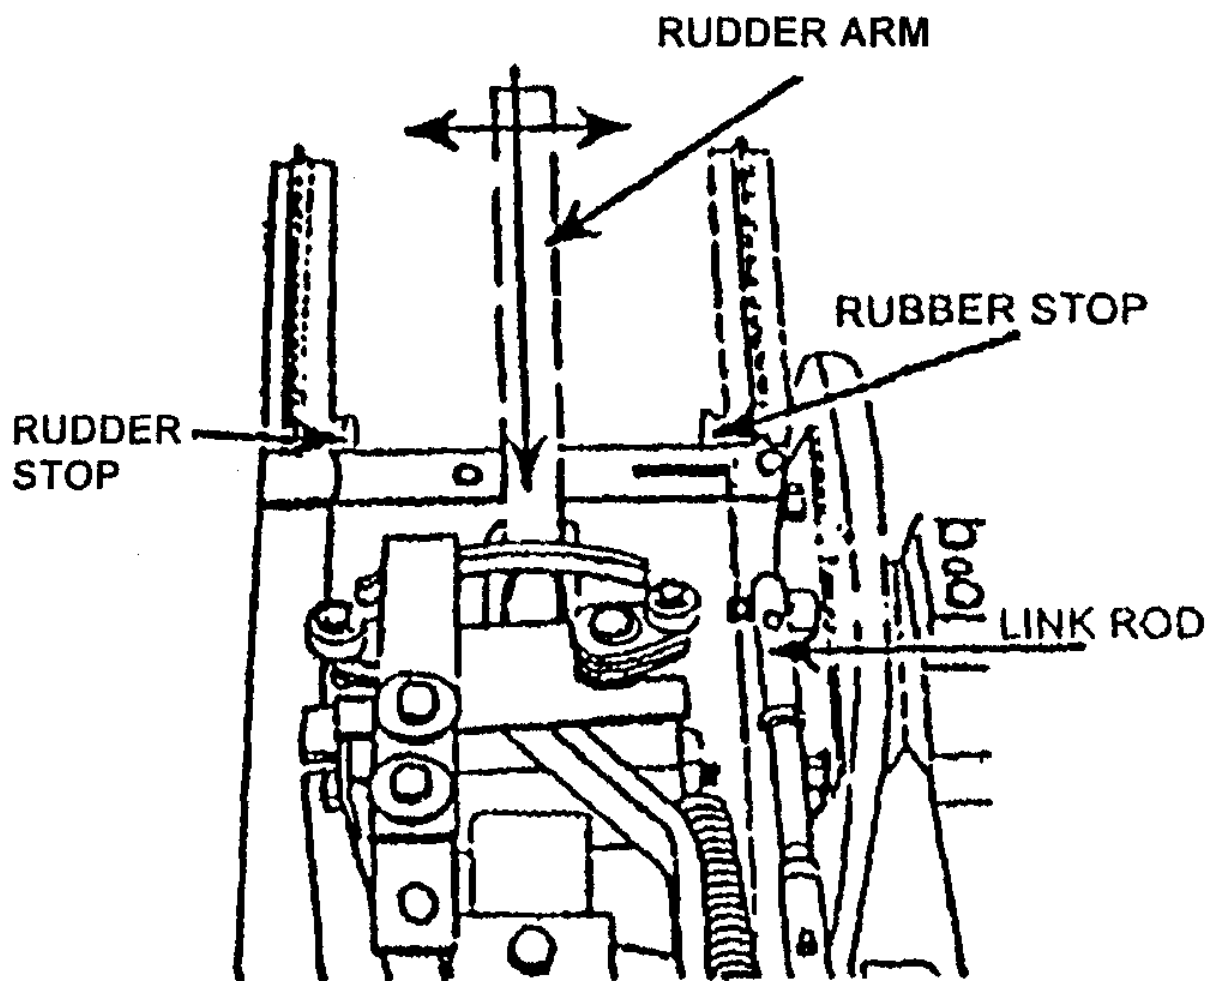

Рисунок 31
5. Если в своем движении механизм соприкасается с чем-либо, то необходимо отрегулировать расположение держателя рулевого рычага (рис.31)
2. Отрегулируйте длину штанги (рис.31) так, чтобы рулевой рычаг двигался на одно и то же расстояние влево вправо по отношению к центру, а затем зафиксируйте это положение крепежной гайкой (рис.31 и 32). Примечание: сдвиг влево - укорачивает штангу, сдвиг вправо - удлиняет штангу.